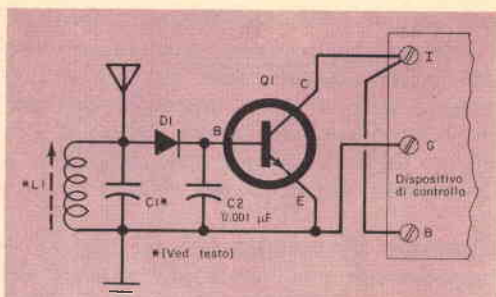

Fig. 10 - Per realizzare un controllo radio è sufficiente un semplice rivelatore; C1 e L1 si devono sintonizzare sulla frequenza voluta.
**Controllo radio** - Lo strumento può essere messo in funzione anche a distanza da segnali radio, purché ai suoi terminali di ingresso venga collegato un adeguato circuito di controllo, come indicato nella fig. 10.